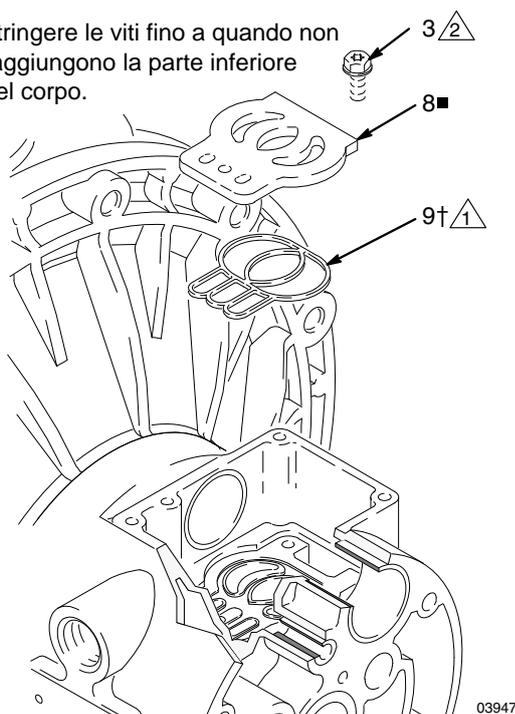

Fig. 9
5. Verificare che la piastra della valvola (8) sia in posizione. Se danneggiata, utilizzare un cacciavite Torx (T20) o una chiave a bussola da 7 mm (9/32") per rimuovere le tre viti (3). Rimuovere la piastra della valvola (8) e, solo nei modelli con corpo centrale in alluminio, anche la guarnizione (9). Consultare Fig. 9.
2. Nei modelli con corpo centrale in alluminio, installare la tenuta della piastra della valvola (9) nella scanalatura nella parte inferiore della cavità della valvola. La parte arrotondata della tenuta **deve essere rivolta verso il basso** nella scanalatura. Consultare FIG. 9.
3. Installare la piastra della valvola (8) nella cavità. Nei modelli con corpo centrale in alluminio, la piastra è reversibile, perciò può essere orientata nei due sensi. Installare le tre viti (3), utilizzando un cacciavite Torx (T20) o una chiave a bussola da 7 mm (9/32"). Serrare fino a quando le viti non raggiungono il fondo del corpo. Consultare FIG. 9.